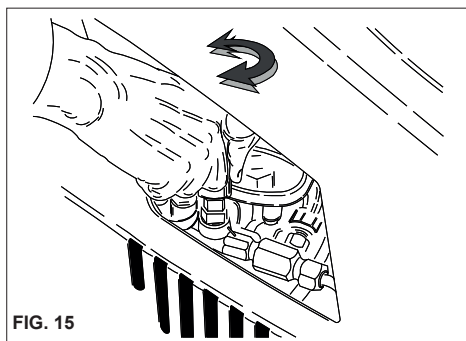

FIG. 15
Este capítulo diz respeito apenas aos modelos equipados com o dispositivo “Regulador de pressão”. O dispositivo regulador de pressão, fig. 15, permite regular a pressão de trabalho. Rodando o manípulo C no sentido inverso ao dos ponteiros do relógio (B) (mínimo) obtém-se uma redução da pressão de funcionamento.